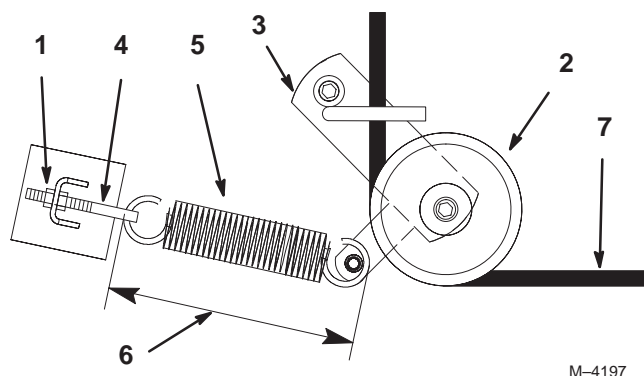

Figure 57
4. Desserrez l'écrou extérieur sur le boulon à œil du ressort (Fig. 57).
6. Déposez la poulie de tension rappelée par ressort (Fig. 57).
7. Faites passer la courroie neuve dans le bras de tension (Fig. 57).
9. Serrez l'écrou extérieur sur le boulon à œil du ressort (Fig. 57).
Remarque : Vérifiez la longueur du ressort. Il doit mesurer 238 ± 3 mm ($9\text{-}3/8 \pm 1/8$ ") une fois en place. Procédez à un réglage si la longueur n'est pas correcte (Fig. 57).